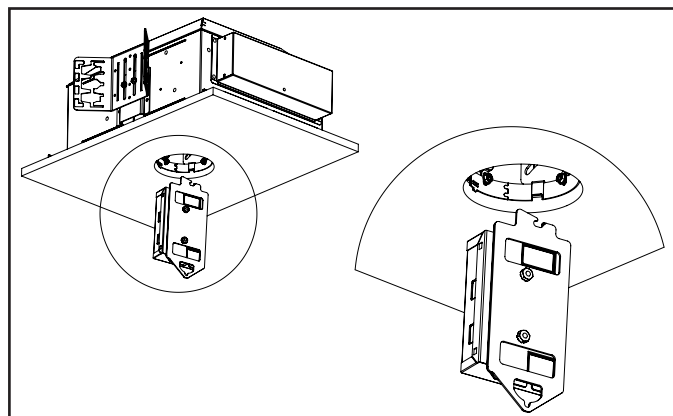

Figura 24
9. Extraiga con cuidado el controlador del techo y reconozca que los cables de alimentación y los cables de regulación seguirán al controlador a través de la abertura (consulte la Figura 24).